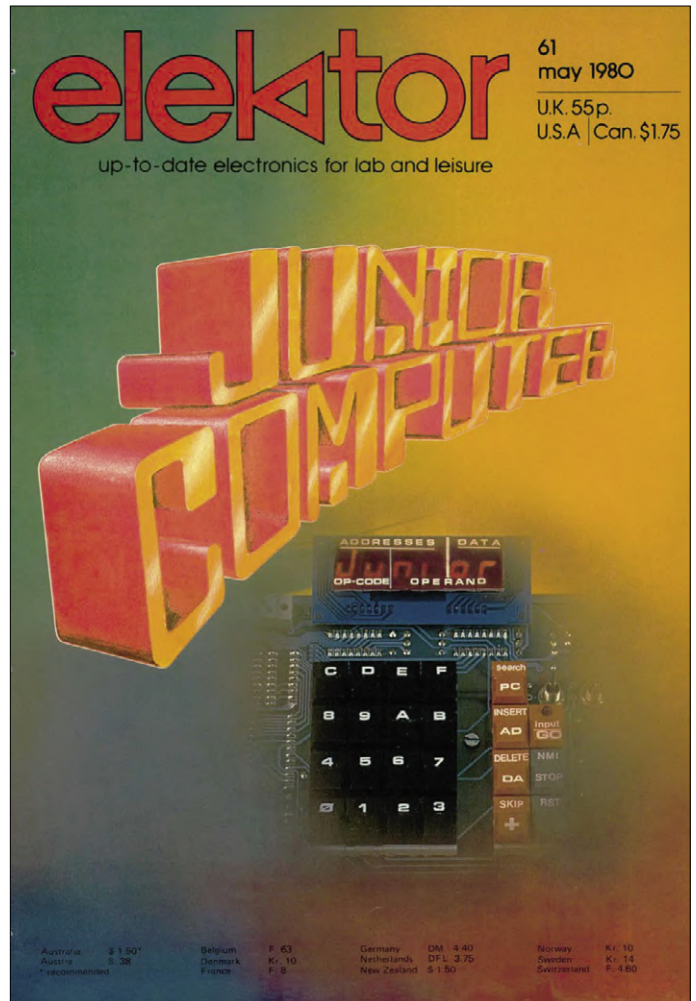

Bild 6. Der Junior-Computer prangt auf dem Titelblatt der englischen Mai-Ausgabe von Elektor.
**Bild 6** zeigt das Titelblatt der Elektor-Ausgabe vom Mai 1980. Sie haben richtig gelesen: Elektor erschien mittlerweile auch auf Englisch. Und auf Französisch. Der Bau eines eigenen Junior-Computers war mit 450 DM für damalige Verhältnisse unverschämte günstig. Es erschienen natürlich viele Erweiterungen in etlichen Artikeln. Es gab sogar vier Bücher zu diesem Stück Hightech! Und in der letzten Ausbaustufe konnte er sogar BASIC. Auf Messen war der Junior-Computer immer schwer umlagert. Es gibt sogar einen (rudimentären) Wikipedia-Eintrag zu diesem Projekt [4].